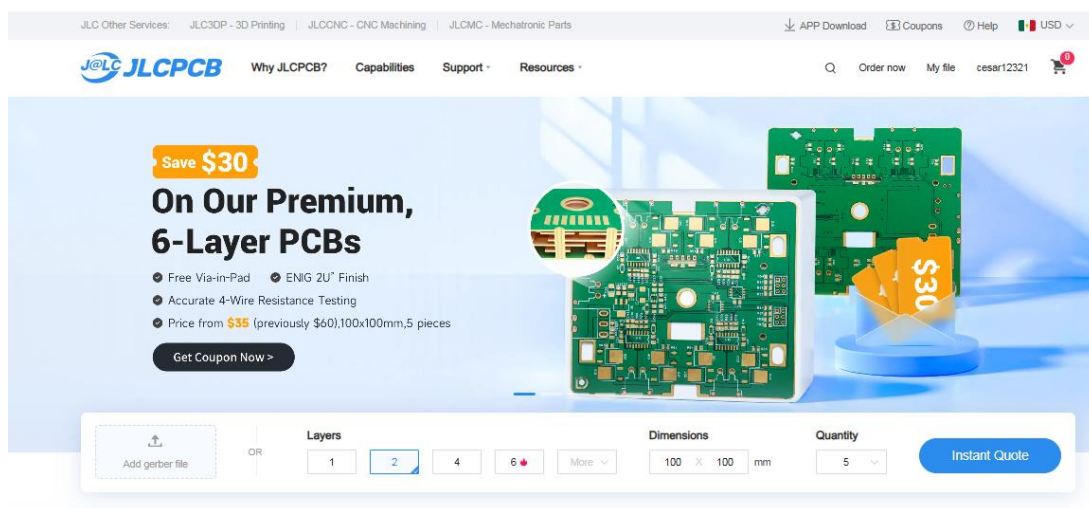

Ilustración 3 Pagina JLCPCB.
Paso 1: Ir a la página de JLCPCB y pulsamos en “Instant Quote” (Ilustración3).